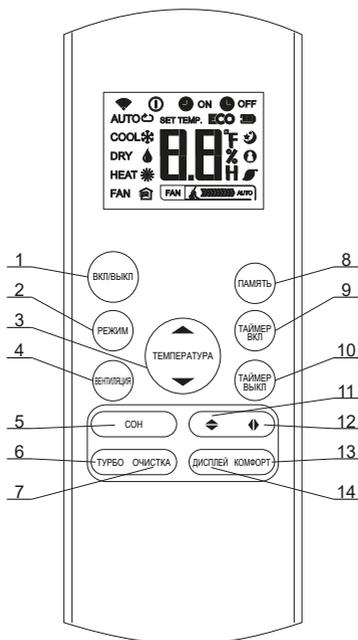

Рисунок 3 - пульт дистанционного управления
- Для управления кондиционером применяется инфракрасный пульт дистанционного управления (ПДУ) (см. рис. 3).